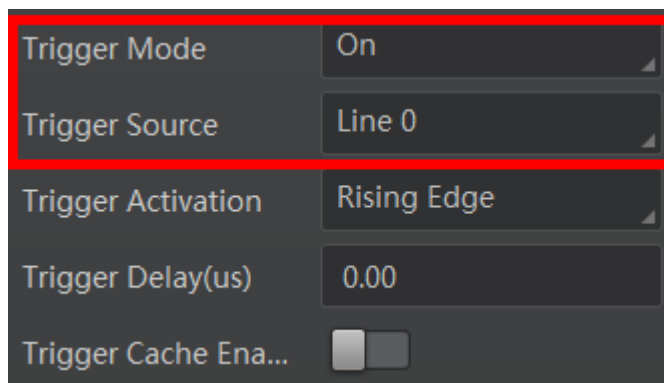

图4-7 Line 0 设置为触发源
2. *Trigger Source* 参数下拉选择 *Line 0*，如图 4-7 所示。